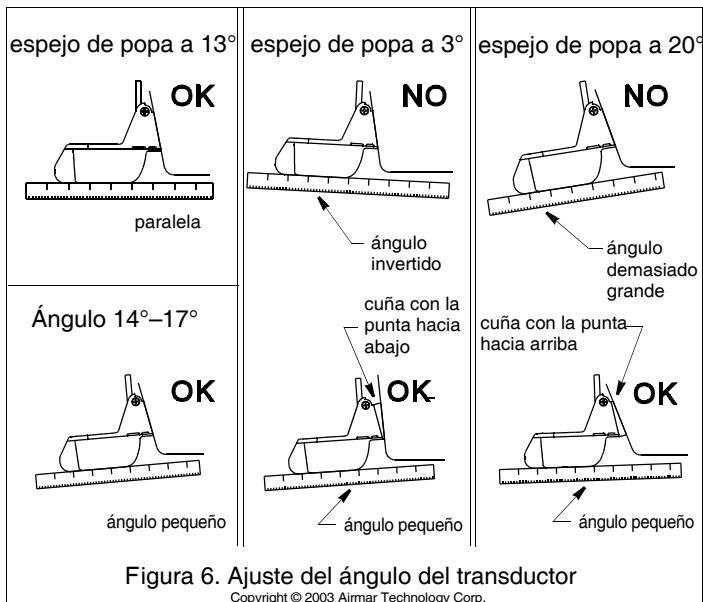

Figura 6. Ajuste del ángulo del transductor
1. Con una regla, observe la parte inferior del transductor con respecto a la parte inferior del casco (figura 6). El borde de salida del transductor tiene que estar 1-3 mm (1/16–1/8") por debajo del borde de ataque o paralelo al fondo del casco.